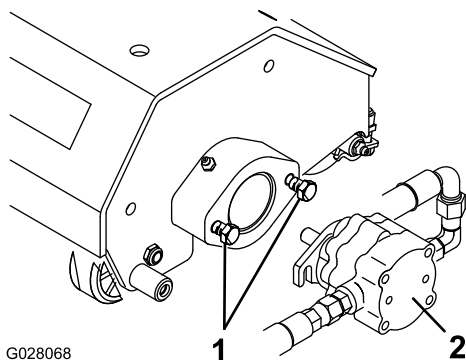

Figure 8
- A. Desserrez les vis de fixation et les rondelles du moteur de cylindre de chaque rouleau triple. Laissez dépasser environ 1 cm du filetage sur chaque vis de fixation (Figure 8).